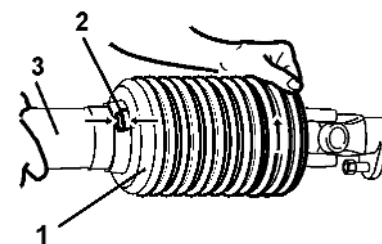

Fig. 58
6. Løsne smøreniplene (Fig. 58/1) og sett på kraftoverføringsakselen (Fig. 58/2).
7. Fest koblingsnavet (Fig. 58/3) med en brytebolt (Fig. 58/4).
8. Skru fast smørenippelen (Fig. 58/1).